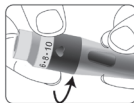

Figura 22
PASO 1: Desenrosque el capuchón del dispositivo de punción. Ver figura 22.